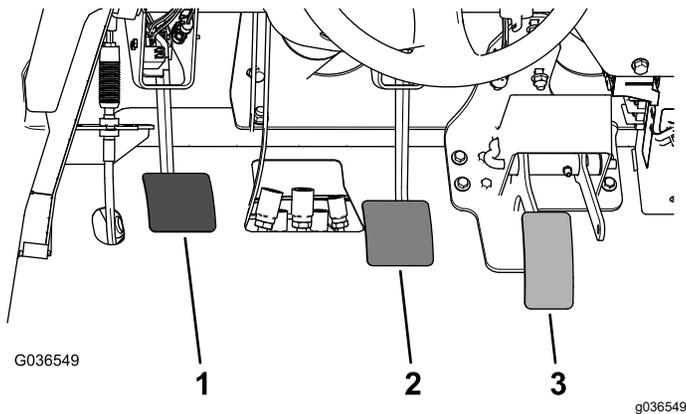

Bild 59
- Heben Sie das Bremspedal an (Bild 59), bis es den Rahmen berührt.
- Lösen Sie die Klemmmuttern, mit denen das Joch an der Hauptzylinderwelle befestigt ist (Bild 59).